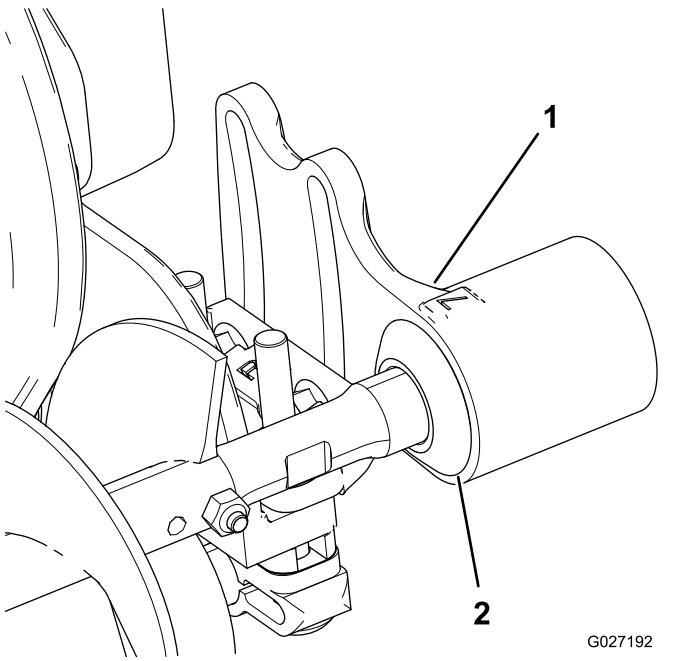

Figura 10
- Deslice cada retén hacia el exterior hasta que los sellos toquen ligeramente el alojamiento de cada cojinete (Figura 10).